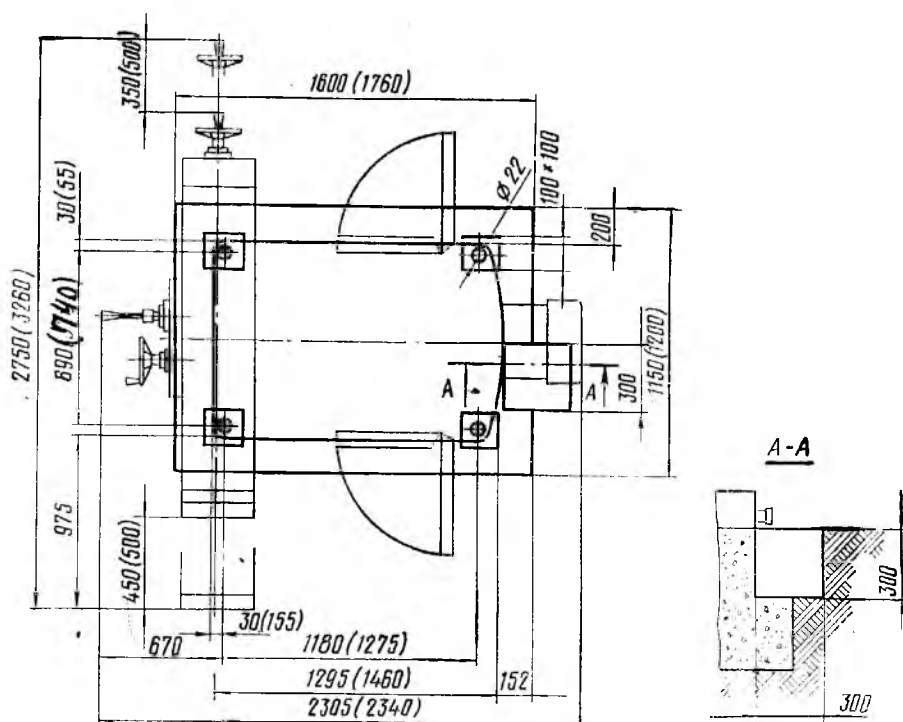

Рис. 35. Установочный чертеж станков 6P12 (6P13)
3.2.2. Установочные размеры станков приведены на рис. 35, 36.